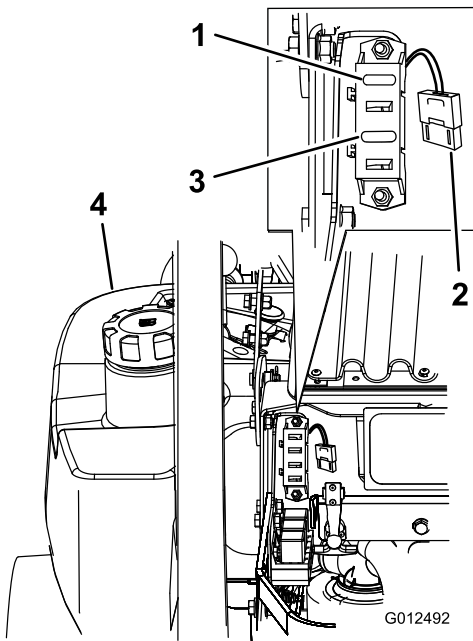

Figura 75
1. Desenganche el capó del motor y levántelo para tener acceso al portafusibles (Figura 75).
3. Instale un fusible nuevo (Figura 75).